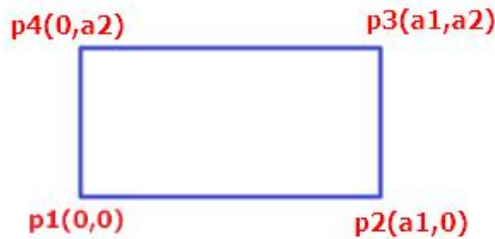

图 3-2 标识节点编号及节点坐标
- ① 确定参数：这个矩形的形状可以用两个参数来描述，即宽度（定义为 a_1 ）和高度（定义为 a_2 ）；
- ② 用上述参数来描述四个点的编号和坐标，并标在图上，如图 3-2 所示：